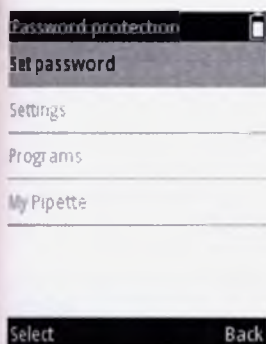

Рисунок D39.
3. Нажмите клавишу (Select) (Выбрать), чтобы установить пароль (Рисунок D39).